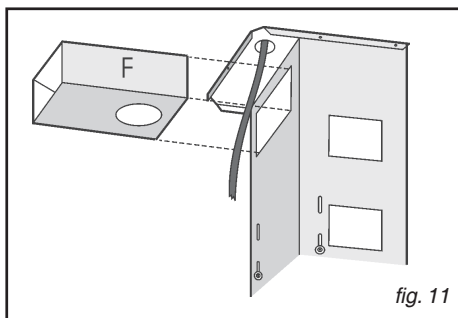
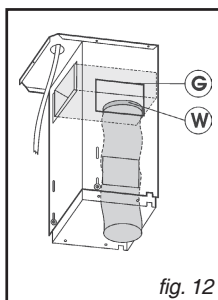

fig. 11
fig. 12
- Enfiler le déflecteur d'air (F) dans la structure (Fig. 11). Par les ouvertures G (Fig. 12), montez la bride (W) sur le déflecteur (F) en le bloquant avec un mouvement rotatoire. Fixez au bride (W) un tuyau souple (diamètre 125mm) pour l'évacuation de l'air (Fig. 12).